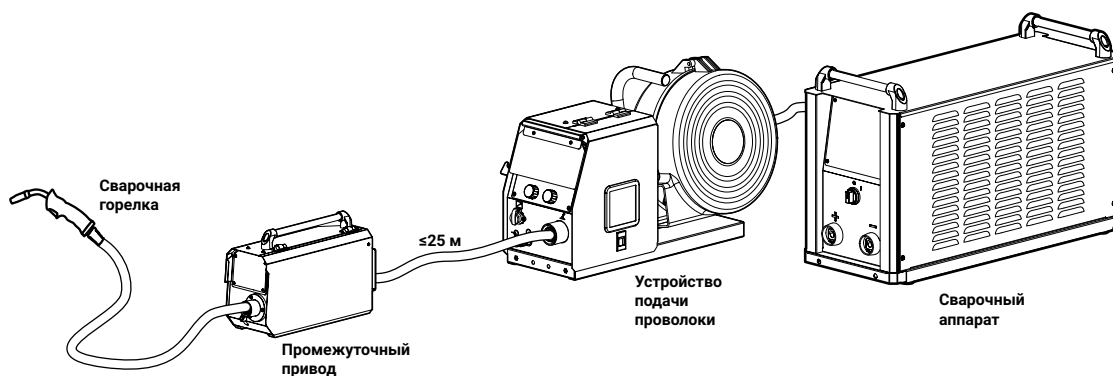

Рис. 9 – Условная схема подключения промежуточного привода
5 В случае комплектации аппарата промежуточным приводом, байонетный разъем горелки подключается к разъему на промежуточном приводе, а к разъему на передней панели УПП подключается промежуточный кабель-пакет (Рис. 9).
- 1 Откинуть боковую дверцу (1 на Рис. 9) устройства и крышку кожуха (2);
- 3 Заправить конец проволоки в сопло механизма подачи (3);
- а) Нажать и удерживать кнопку прогона (4) сварочной проволоки на УПП до тех пор, пока проволока не выступит из гусака горелки на 10...15 мм от торца газового сопла;